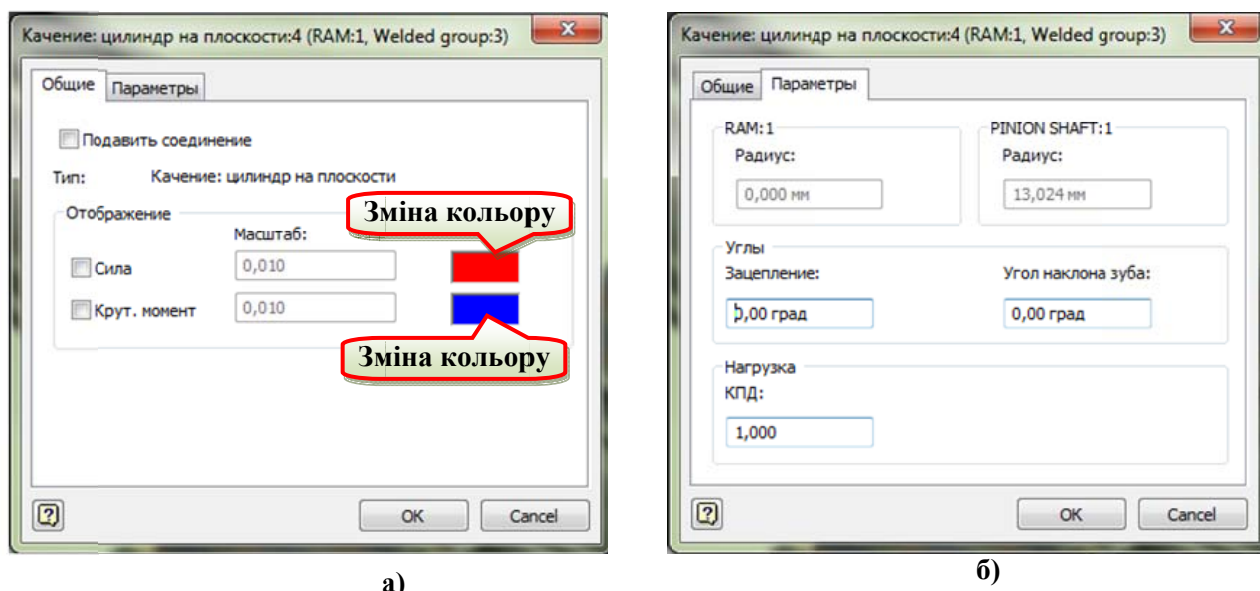

Рис. 3.15. Діалогове вікно з'єднання "Циліндр на площині" команди  "Свойства": а) вкладка "Общие"; б) вкладка "Параметры"
діалогове вікно зміни властивостей з'єднання (рис. 3.15).
Вкладка "Общие" команди  "Свойства" є однаковою для всіх типів з'єднань, крім стандартних (порівняйте рис. 3.11, а та рис. 3.15, а).
Діалогові вікна з'єднань "Цилиндр на цилиндре" та "Цилиндр в цилиндре" команди  "Свойства" аналогічні діалоговому вікну з'єднання "Цилиндр на плоскости" команди  "Свойства" (рис. 3.15).
- у графічному вікні вкажіть систему координат з'єднання для компонента, що містить криву. В даному прикладі (рис. 3.17) потрібно вказати бокову грань кулачка, яка містить контур (рис. 3.15, а), а потім на ребро, на початку якого розміститься початок системи координат, а вздовж нього буде направлена вісь X;
Діалогове вікно з'єднання "Цилиндр-кривая" команди  "Свойства" аналогічні діалоговому вікну з'єднання "Цилиндр на плоскости" команди  "Свойства" (рис. 3.15) за виключенням того, що на вкладці "Параметры" відсутні параметри групи "Углы" (рис. 3.15, б).
Діалогове вікно з'єднання "Конус на конусе" та "Конус в конусе" команди  "Свойства" аналогічні діалоговому вікну з'єднання "Цилиндр на плоскости", "Цилиндр на цилиндре" та "Цилиндр в цилиндре" команди  "Свойства" (рис. 3.15) за виключенням того, що на вкладці "Параметры" в групі "Углы" відсутній параметр "Угол наклона зуба" та параметр "КПД" у групі "Нагрузка" (рис. 3.15, б).